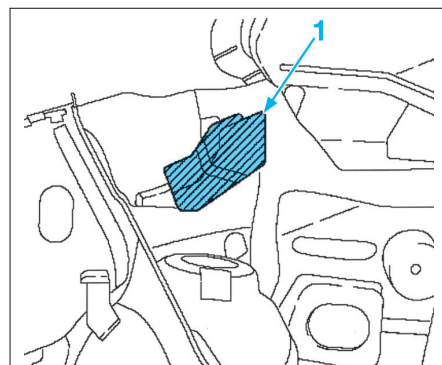

FIG. 11
- Percer le support jusqu'à la ligne (1) pour le déposer et le courber vers l'arrière (Fig.11).